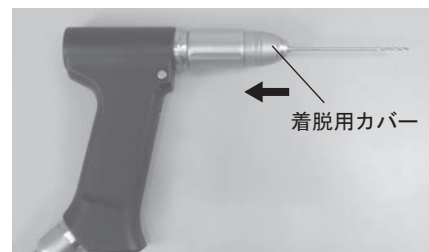

図12
- ・ 着脱用カバーをスライドさせた状態でAOドリルを指で回しながらさらに奥に押し込み、着脱用カバーを放してAOドリルを固定します。(図12)